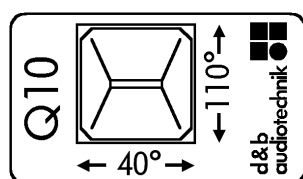

Fig. 11: Etiqueta para la dispersión en la trompeta Q10
2. Gire la trompeta hasta 90° - Fig. 11.